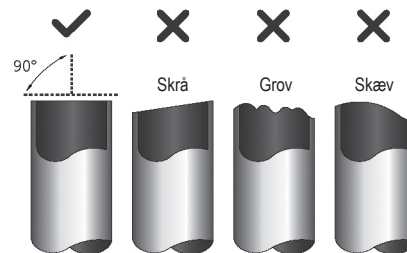

Fig. 6.1
1. Røret skal skæres i en perfekt vinkel på 90°. Fig. 6.1 indeholder eksempler på forkerte udskæringer